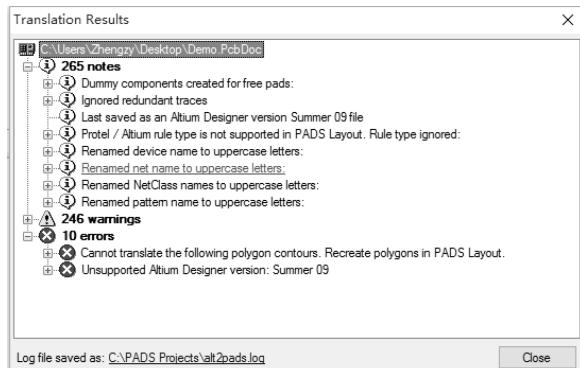

图 12-91 文件转换提示
(3) 转换过程中，往往因为软件的某些支持格式不一样会提示警告和错误信息，如图 12-91